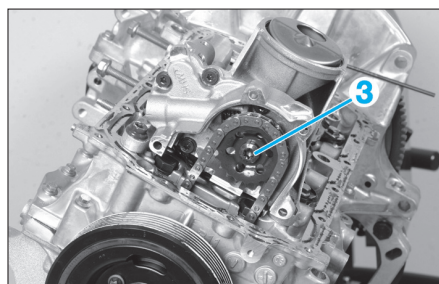

Fig. 60
- Tout en bloquant l'axe du vilebrequin, déposer la vis (3) du pignon de pompe à huile (Fig.60).